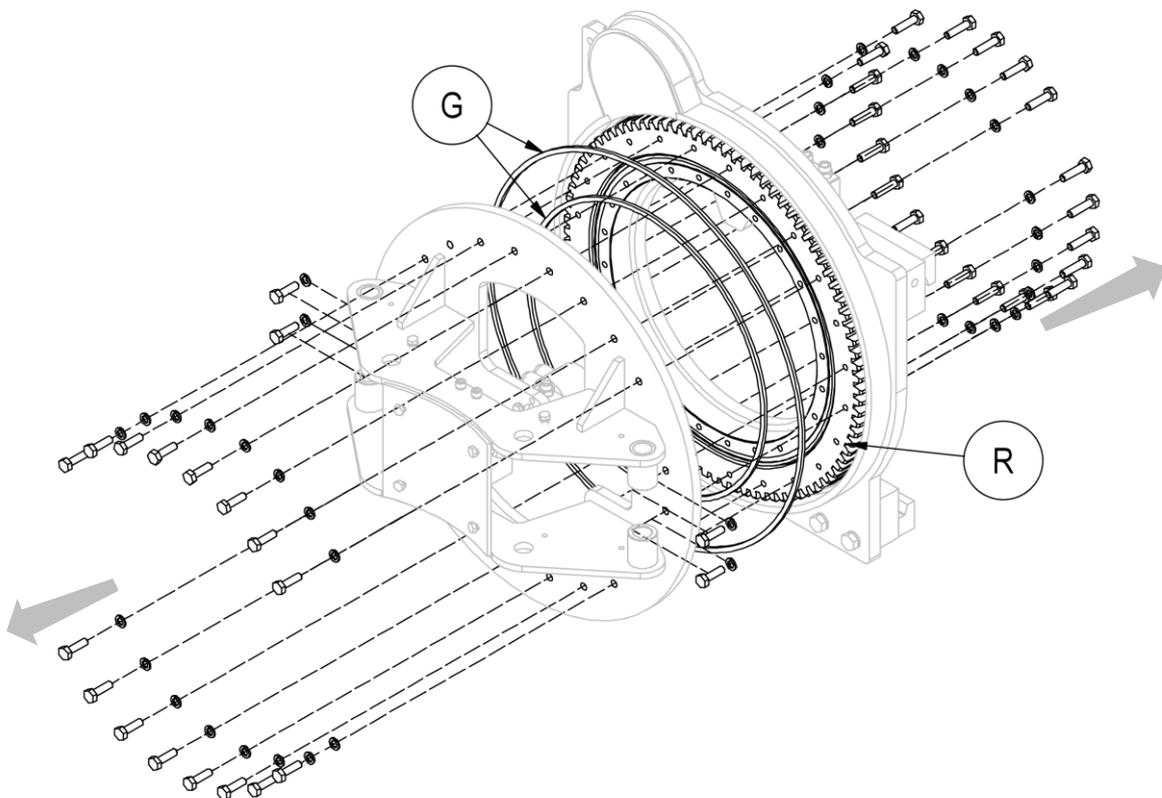

Figura 26
5. Rimuovere la parte anteriore del corpo rotante, assicurandosi di sorreggere in modo idoneo tutte le parti per poter effettuare l'operazione in sicurezza (vedi *Figura 26*).
6. Per poter rimuovere la ralla **R**, è necessario rimuovere anche le viti della parte posteriore dell'attrezzatura (vedi *Figura 26*).